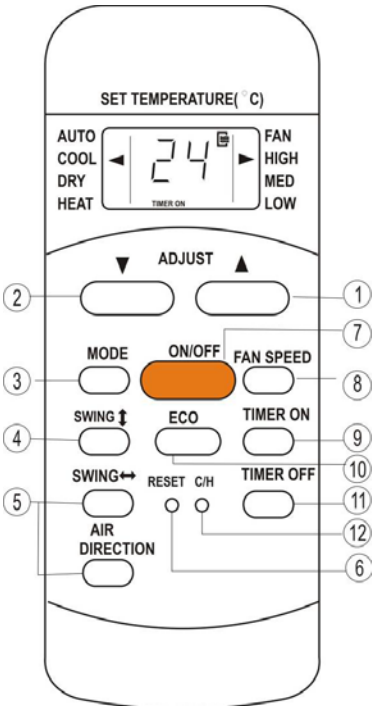

Рис.3-2
3.1.2 Описание кнопок и функций беспроводного пульта (рис.3.2)